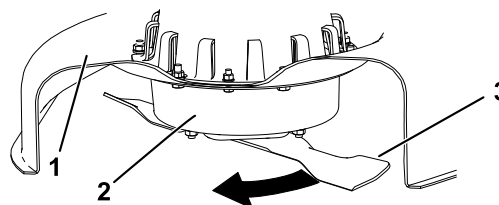

Figure 29
2. Enfilez des gants épais ou utilisez une autre protection adéquate pour les mains, et faites tourner la lame lentement jusqu'à une position permettant de mesurer correctement la distance entre le tranchant et la surface plane sur laquelle se trouve la machine (Figure 29).